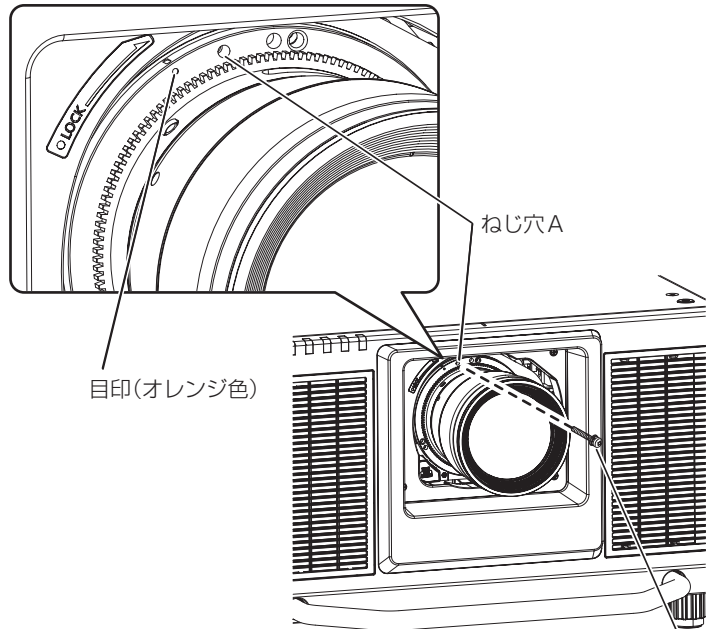

図4
4) 付属のレンズ落下防止ねじで、投写レンズを固定する（図 4）